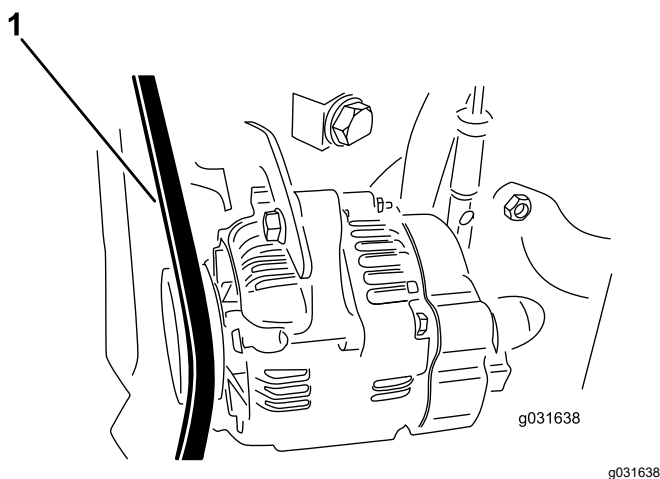

Рисунок 58
2. Приложите усилие 30 Н к ремню генератора в точке посередине между шкивами (Рисунок 58).